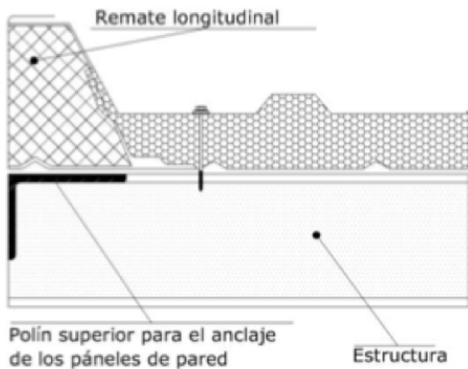

Fig. 9
3. Solamente para el primer panel realizar la fijación en el valle de la primera cresta alta, por cada polín inferior. (Fig. 9)